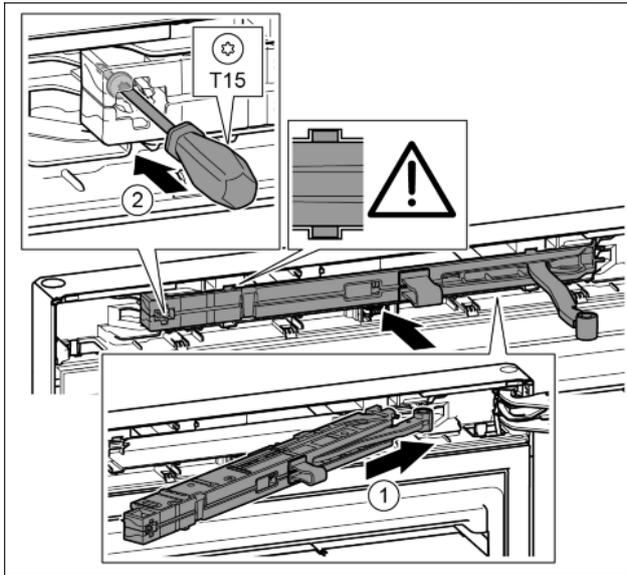

Fig. 38
- ▶ Schließdämpfereinheit auf der Lagerbockseite bis zum Anschlag schräg in die Aussparung einschieben. Fig. 38 (1)
- ▶ Schraube mit einem Schraubendreher T15 festschrauben. Fig. 38 (2)